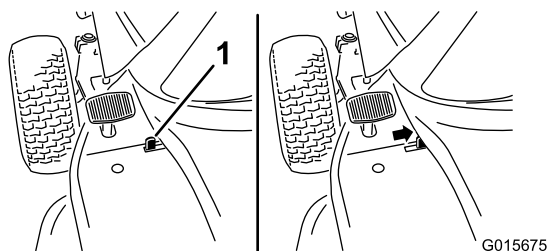

Figura 5
3. Fate scorrere in avanti l'interruttore del freno di stazionamento (Figura 5) e alzate lentamente il piede dal pedale del freno.